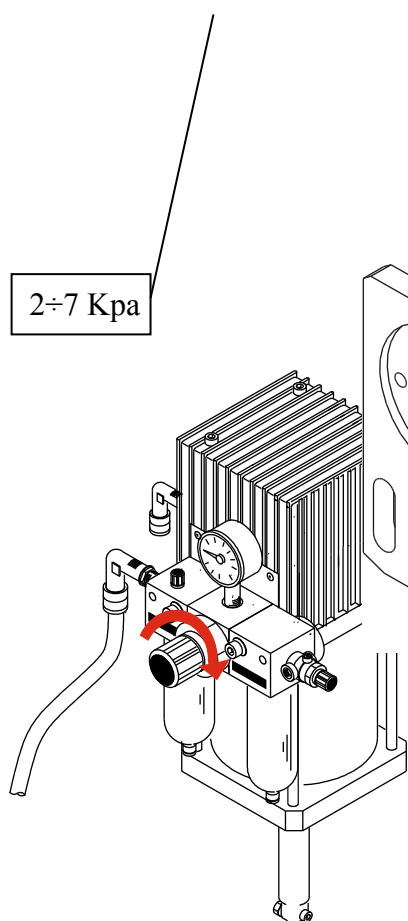

Fig.32
9) A questo punto in base alla viscosità del prodotto portare la pressione dell'aria tra 2 e 7 Kpa, ruotando la ghiera del regolatore in senso orario (fig.32).